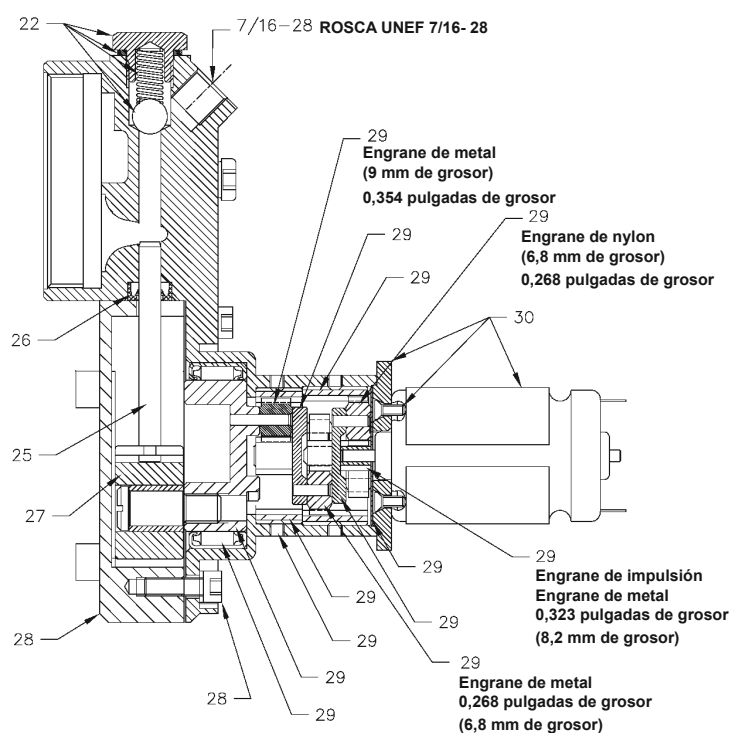

Ilustración 7
- 1) Retire el vástago del seguidor del ensamble de la manguera de engrasado y engránelo con el seguidor al girar el mango del seguidor. Ejercer presión en el mango del seguidor al sujetar la válvula de ventilación 23 al mismo tiempo (ilustración 7).